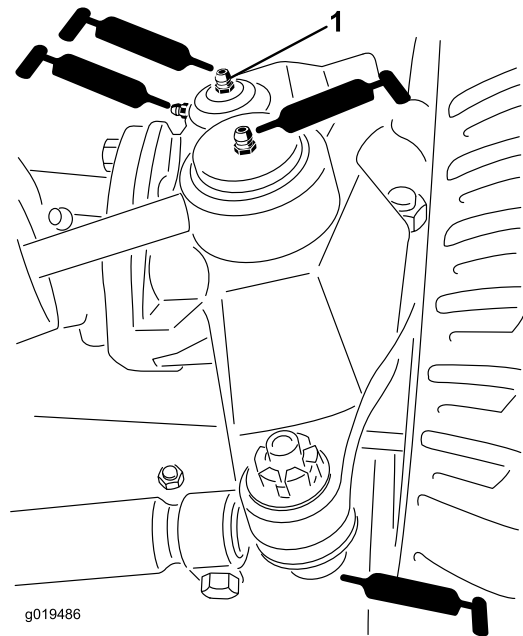

Bild 45
- Drehbüchsen der Hinterachse (2) (Bild 45).
- Lenkzylinder-Kugelgelenke (2) (Bild 45).
- Achsschenkelbolzen (2) (Bild 45) **Fetten Sie die obere Armatur am Achsschenkelbolzen nur einmal jährlich (2 Pumpen).**